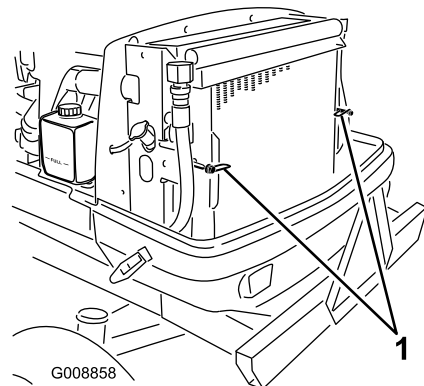

Figure 78
2. Tournez les verrous (Figure 78) qui fixent le refroidisseur d'huile au châssis.